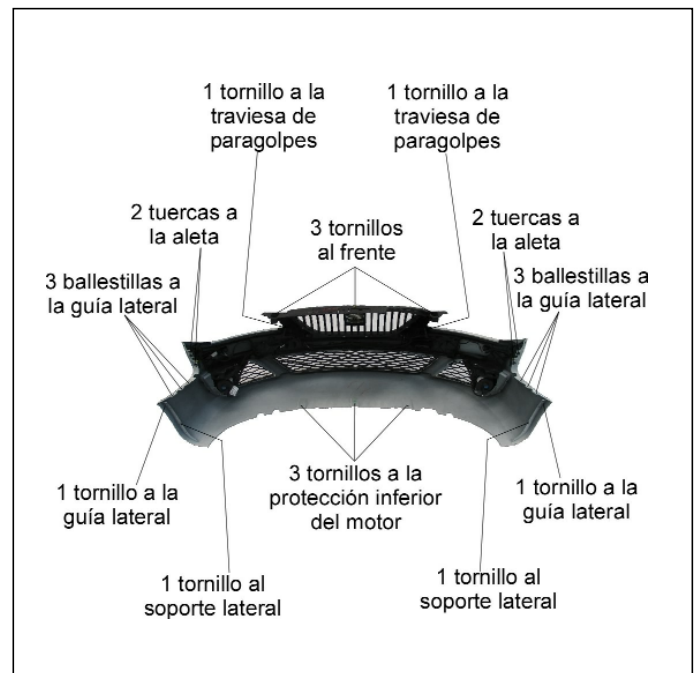

Figura 5.- Unión del paragolpes delantero
En la figura 5, se muestra la unión del paragolpes delantero con el resto de la carrocería.
- Paragolpes (ver figura 5).
- Paragolpes (ver figura 5)